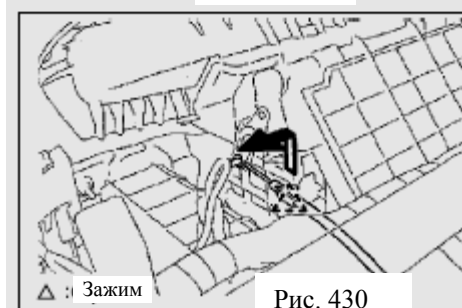

Рис. 430
(2) Снимите фиксирующий зажим и снимите трос режима рециркуляции воздуха(рис. 430)